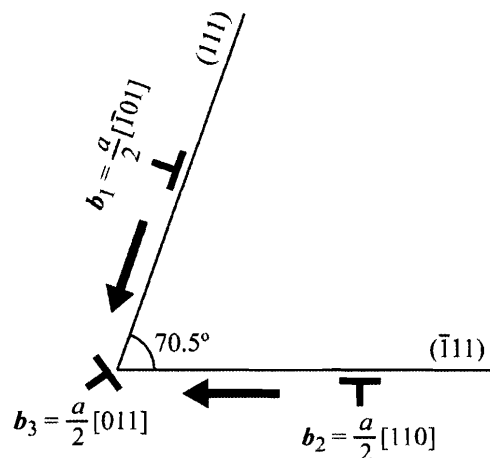
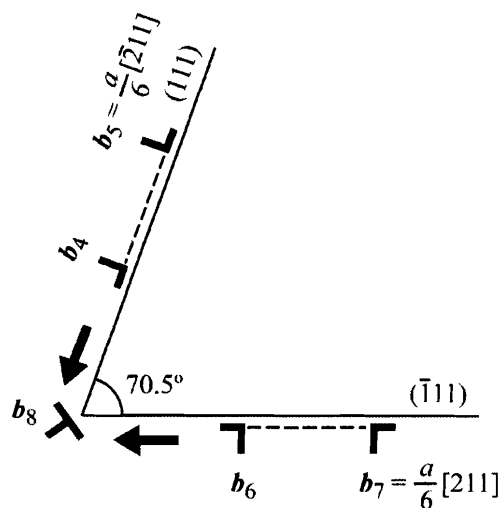

図6-1 2つの完全転位の反応
図6-2 2つの部分転位の反応
問1. 図6-1は、面心立方金属の2つのすべり面、 (111) と $(\bar{1}\bar{1}1)$ で、すべりが同時に起きた場合に、完全転位 b_1 と b_2 が2つのすべり面の交線上で反応を起こし、完全転位 b_3 が生じる様子を表している。ただし、 a は格子定数である。
- (1) (111) 面上で、すべり方向となり得る $\langle 110 \rangle$ 方向は何個あるか。ただし、互いに平行な方向は同じと見なす。
- (2) 転位反応が生じるためには、フラング則が満たされている必要がある。転位反応： $b_1 + b_2 \rightarrow b_3$ においてフラング則が満たされていることを示せ。
- (3) 転位 b_3 は完全転位であるものの、すべり運動ができない。その理由を説明せよ。
問2. 図6-2は、図6-1の完全転位 b_1 、 b_2 がショックレー部分転位 b_4 、 b_5 と b_6 、 b_7 とにそれぞれ分解している状態から、部分転位 b_4 と b_6 が2つのすべり面の交線上で反応を起こし、転位 b_8 が生じる様子を表している。
- (1) 図6-2において、部分転位に挟まれた破線部分には面欠陥が存在する。この欠陥の名称を答えよ。
- (2) 転位反応： $b_1 \rightarrow b_4 + b_5$ において、部分転位 b_4 のバーガスベクトルは $\frac{a}{6}[\bar{1}\bar{1}2]$ と求められる。転位反応： $b_2 \rightarrow b_6 + b_7$ をもとに、部分転位 b_6 のバーガスベクトルを求めよ。
- (3) 転位反応： $b_4 + b_6 \rightarrow b_8$ によって生じた転位 b_8 は、完全転位と部分転位のどちらであるか答えよ。
- (4) 転位 b_8 は不動転位である。この不動転位の名称を答えよ。
- (5) すべり変形の進行に伴って不動転位が形成されると、不動転位が形成されない場合のすべり変形の進行に比べて、加工硬化の度合いはどのように変化するかを述べよ。